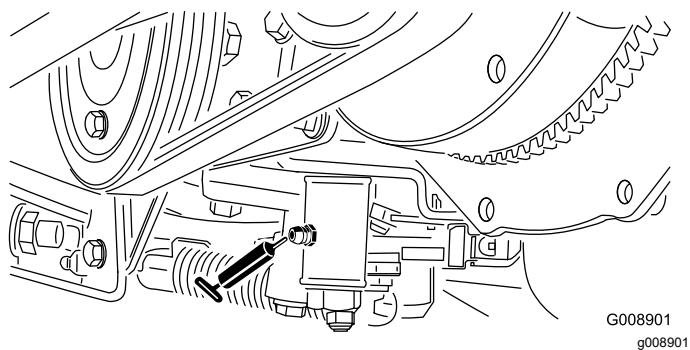

Figura 52
- Mecanismo de ajuste de punto muerto (Figura 52)